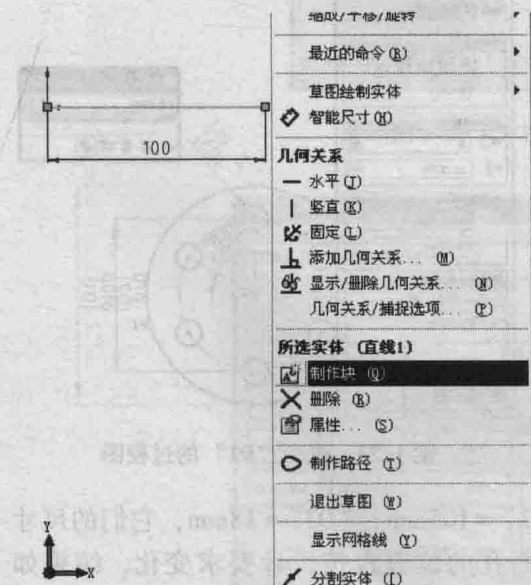
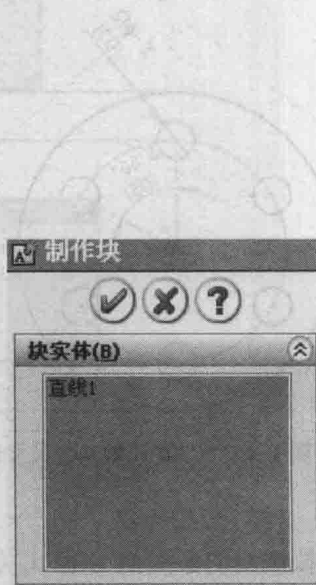

图 1-29 制作块菜单
图 1-30 制作块的属性管理器
- (1) 单击标准工具栏上的“新建”图标按钮→“零件”→“确定”。
- (2) 单击前视基准面→→，绘制一条直线，直线的一个端点在原点，长度为100mm，用加入限制条件固定，然后用鼠标左键选中该直线，单击鼠标右键，弹出如图 1-29 所示的制作块菜单，选中制作块，随后弹出制作块的属性管理器，如图 1-30 所示，单击“确定”图标按钮，制作成功后在特征树中显示